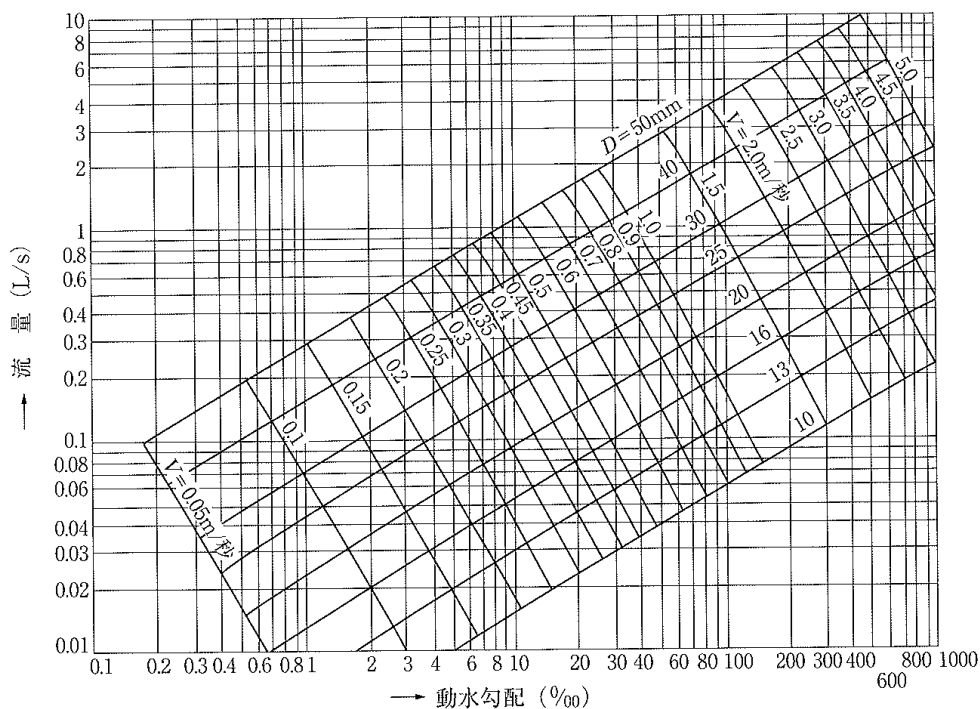

図 4-6 ウェストン公式による給水管の流量図
ウエストン公式による給水管の流量図を示せば、図 4-6 のとおりである。
- ② 図 4-6 のウェストン公式流量図から、標準使用流量に対応する動水勾配(I)を求める。
- ③ 直管換算長(L)は、 $L = (h / I) \times 1000$ である
(4) ヘーゼン・ウィリアムス公式に基づく流量図は、本基準書では省く。必要がある場合は、(公社)日本水道協会発行の「水道施設設計指針」などに掲げられた図表を参考にすること。